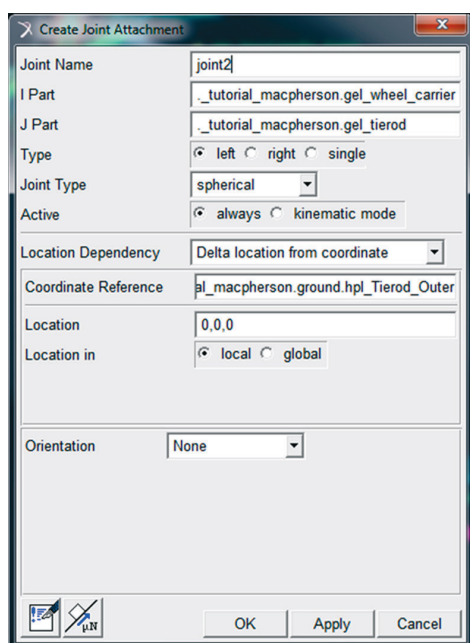

Figura 4.60 – Criação da Junta 2.
- Para construção da junta 2, preencha os campos da janela *Create Joint Attachment*, conforme mostrado na Figura 4.60.